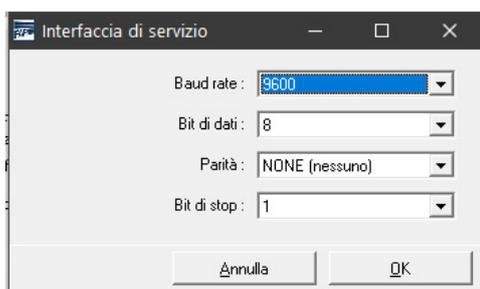

Figura 9: parametri di trasmissione dati dell'interfaccia di servizio
- **Parametri per funzione speciale dell'interfaccia di servizio** Con un clic sul pulsante "...” (vedi Figura 8), sarà possibile modificare i parametri di trasmissione dati dell'interfaccia di servizio (vedi Figura 9). Ad impostazione effettuata, i valori andranno salvati con "OK".